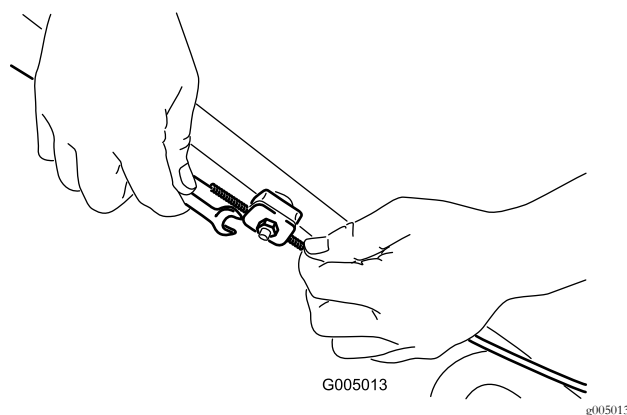

Figura 33
2. Afloje la tuerca de apoyo del cable (Figura 33).